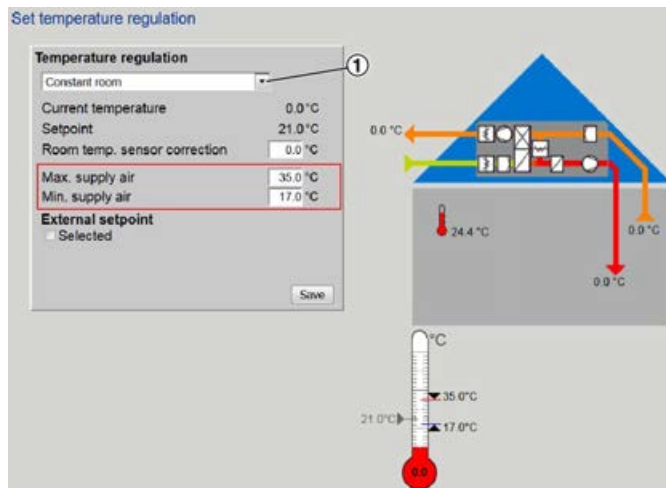

Fig. 28: Ajuste del control de la temperatura
- Seleccione una función de la lista desplegable (Fig. 28 /1):